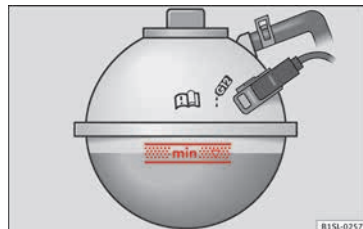

Fig. 169 Dans le compartiment moteur : repère sur le vase d'expansion du liquide de refroidissement.
- Avec le moteur froid, vérifiez le niveau du liquide de refroidissement à l'aide du repère latéral du vase d'expansion » » » fig. 169.
- Rajoutez exclusivement du liquide de refroidissement **neuf** conforme aux spécifications de SEAT » » »  page 32 » » » ❶.
- Le niveau de liquide de refroidissement doit se trouver dans les limites repérées sur le vase d'expansion » » » fig. 169. **Ne dépassez pas le bord supérieur de la zone indiquée » » » ❶.**
- Si en cas d'urgence, vous ne disposez pas d'un liquide de refroidissement conforme aux spécifications requises (» » »  page 32), n'utilisez en aucun cas un autre type d'additif. Dans un premier temps, remplacez le liquide de refroidissement uniquement par de l'**eau distillée** » » » ❶. Demandez ensuite de rétablir, le plus rapidement possible, la proportion correcte du mélange avec l'additif prescrit » » »  page 32.
- Ajoutez du liquide de refroidissement seulement jusqu'au bord supérieur de la zone indiquée » fig. 169. Sinon, en cas de réchauffement, le surplus de liquide de refroidissement sera refoulé hors du circuit de refroidissement et provoquera des dommages.